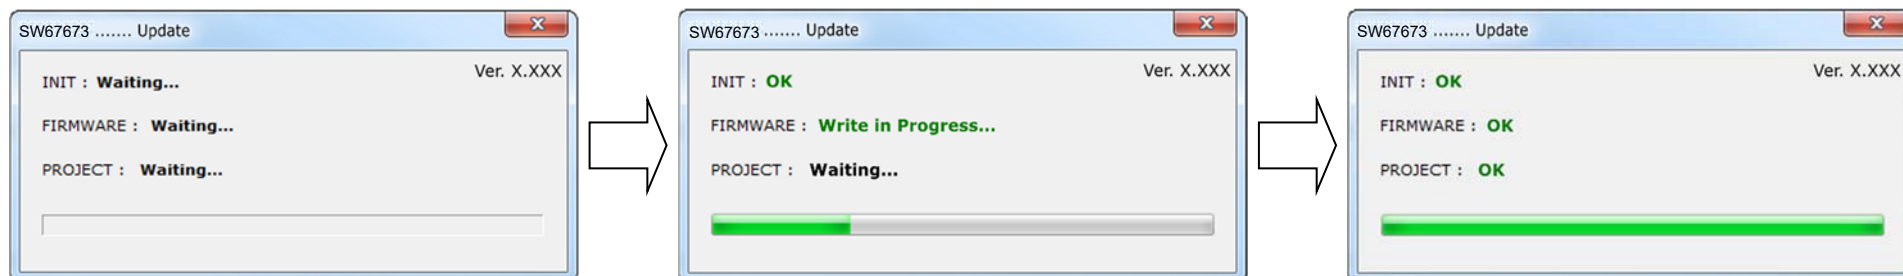

Abb. 16: Updatevorgang
- Nach erfolgreichem Updatevorgang (Abb. 16), schalten Sie das Gerät aus.
- Nach erfolgreichem Updatevorgang (Abb. 16), läuft das Gerät automatisch mit den neuen Parametern im RUN-Modus weiter.